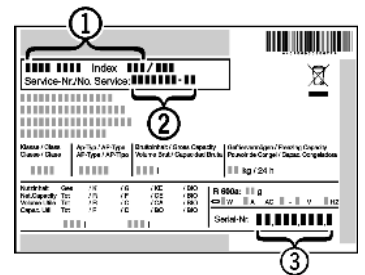

Fig. 37
- ▶ Считать обозначение устройства Fig. 37 (1), сервисный номер Fig. 37 (2) и серийный номер Fig. 37 (3) с заводской таблички. Заводская табличка находится внутри устройства слева.